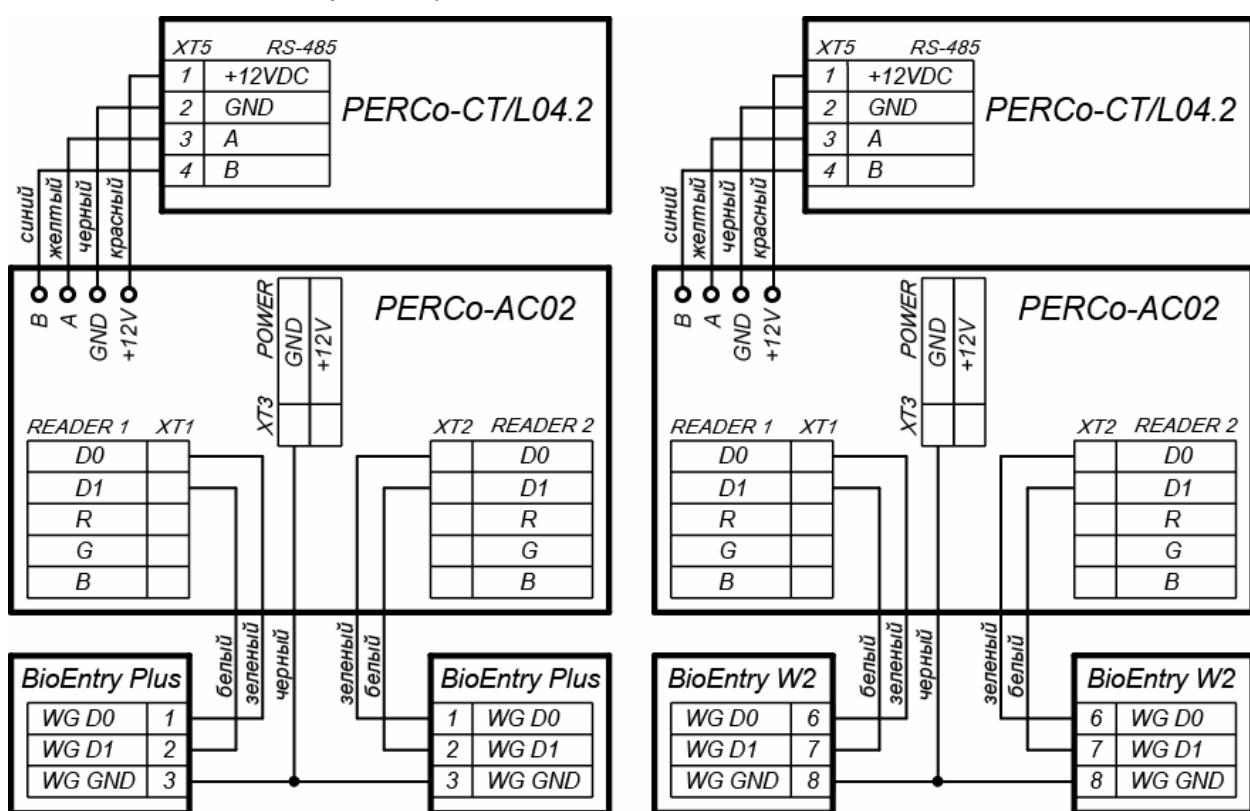

Рисунок 21. Схемы подключения контроллеров *Suprema* к контроллеру *PERCo-CT/L04.2* через конвертер интерфейса *PERCo-AC02*
2. В качестве считывателя отпечатков пальца при управлении одним из направлений двухстороннего замка (турникета). В этом случае поддерживается контроль зональности, ИУ управляет выходами контроллера *PERCo-CT/L04.2*. Контроллер *Suprema* подключается к контроллеру *PERCo-CT/L04.2* по интерфейсу *Wiegand* через конвертер интерфейса *PERCo-AC02* (схемы подключения - см. рис. 21).